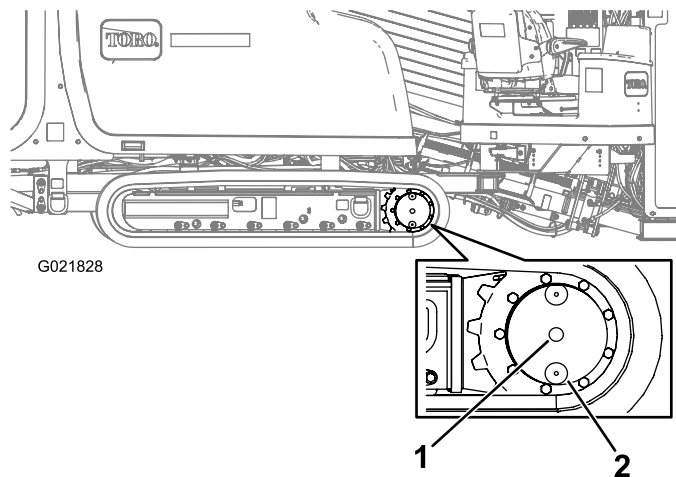

Figura 133
2. Limpie la zona alrededor del tapón de llenado con un disolvente (Figura 133).
2. Limpie la zona alrededor del tapón de nivel de aceite (Figura 133).
3. Gire la transmisión planetaria hasta que el tapón de vaciado esté directamente debajo del tapón de nivel de aceite (Figura 133).
3. Retire el tapón de nivel de aceite (Figura 133).